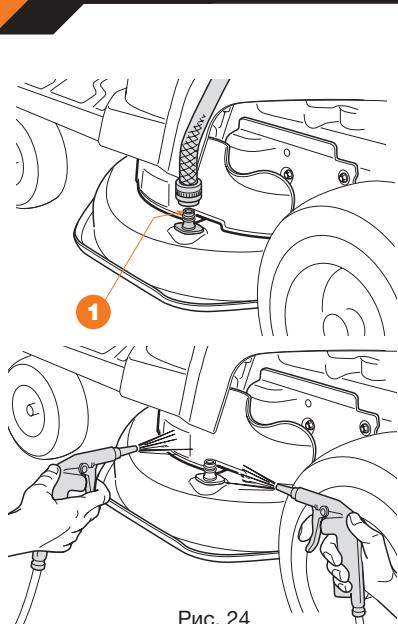

Рис. 24
- подсоедините трубку подачи воды к специальному соединению ① и включите воду (Рис. 24);
- продуйте потоком сжатого воздуха через отверстия в правом и левом защитных приспособлениях (Рис. 24).
Не использовать воду, бензин, моющие средства или другие материалы для очистки картриджа. Фильтр предварительной очистки (Рис. 24) ③ из губки НЕЛЬЗЯ смазывать маслом.